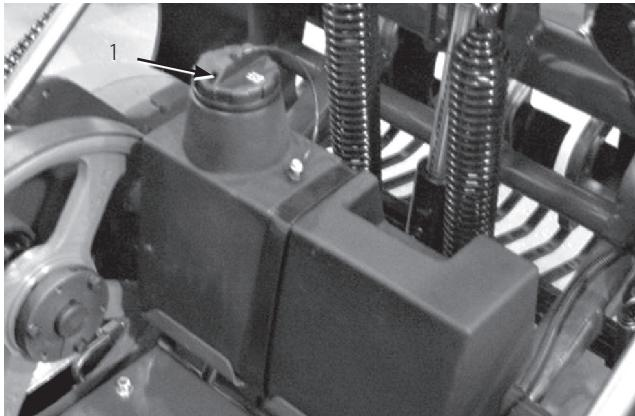

図 14
3. 油圧タンクの補給口の周辺をきれいに拭く(図14)。給油口からキャップを取りる。